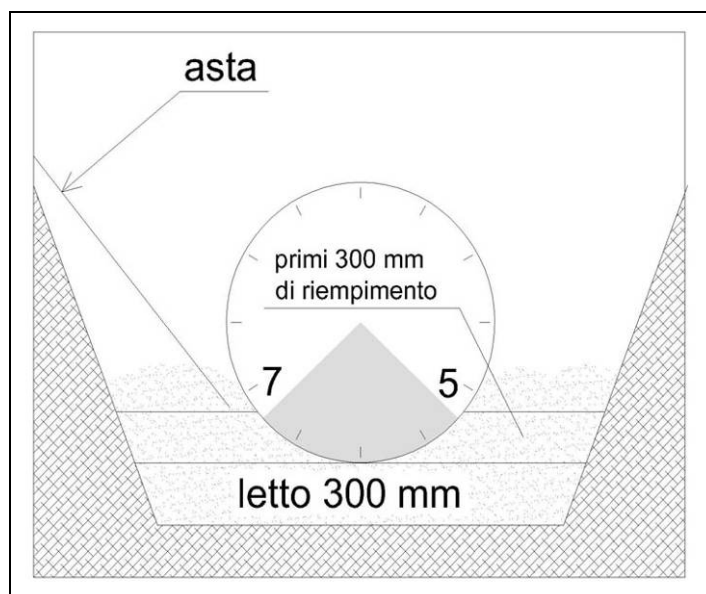

Figura 11 Inserimento primo strato di riempimento
- Dopo aver poggiato il manufatto sul letto di posa, mettere altri 300mm di materiale di riempimento (Figura 11), intorno al manufatto.
- ❑ Ripartire e compattare (eliminando i vuoti) tutto il materiale di riempimento tra le ore 5 e le ore 7 (riferimento angolare) come in Figura 11, per tutta la lunghezza del manufatto ed anche intorno alle due calotte (estremità).
- Mettere i primi 300mm di materiale di riempimento (Figura 11), intorno al manufatto.
- Ripartire e compattare (eliminando i vuoti) tutto il materiale di riempimento tra le ore 5 e le ore 7 (riferimento angolare) come in Figura 11, per tutta la lunghezza del manufatto ed anche intorno alle due calotte (estremità).